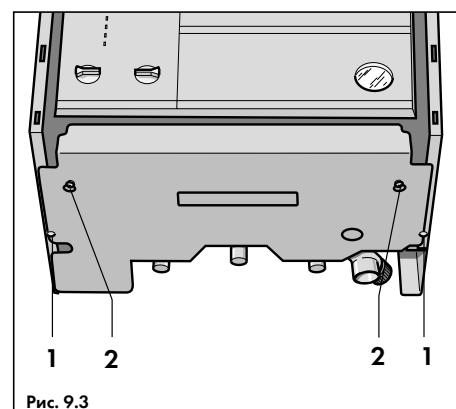

Рис. 9.3
- Надеть нижний щиток на расположенные спереди винты (2, рис. 9.3) и закрепить его с помощью задних винтов (1, рис. 9.3). Передние винты затянуть.
- Снять нижний щиток аппарата,ослабив предварительно два винта(2, рис. 9.3) и выкрутив два заднихвинта (1, рис. 9.3).